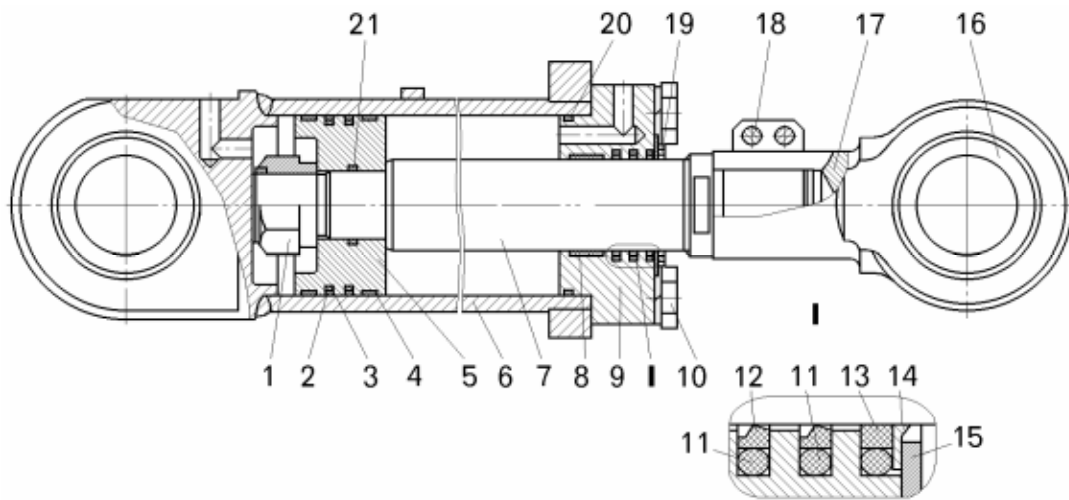

Рисунок 9.14 — Гидравлический цилиндр поворота:
- отвернуть болты 19 крепления поджимной крышки 15 (рисунок 9.14) гидравлического цилиндра поворота;